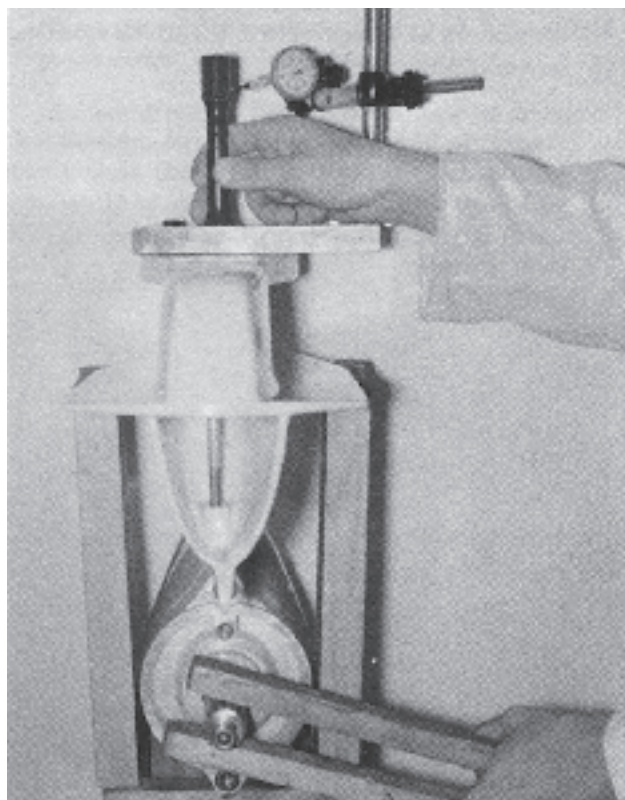

Fig. 24
4. Kontrollera kuggflankspelet, som mätes direkt mot den vertikala drivaxelns splines. Spelet skall här vara 0,04–0,08 mm, vilket ger ett kuggflankspel av 0,10–0,20 mm i växeln. Se fig. 24.